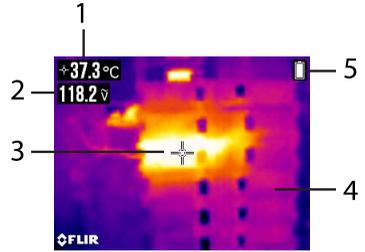

图 7-1 IGM 显示示例
**按 IGM 按钮打开热成像仪。**在图 7-1 中，仪表设置为调色板 IRON（铁色）。短按调色板/发射率按钮   $\epsilon$  可选择其他颜色。
### 7.1.1 热图像显示描述（请参见图 7-1 来查看下面的列表）